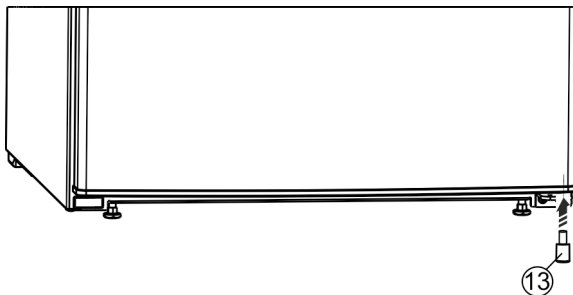

Fig. 27*
- Ievietojiet spraisli Fig. 27 (13) atpakaļ labajā pusē apakšā durvīs, jo tas ir svarīgi ierīces stabilitātei.*